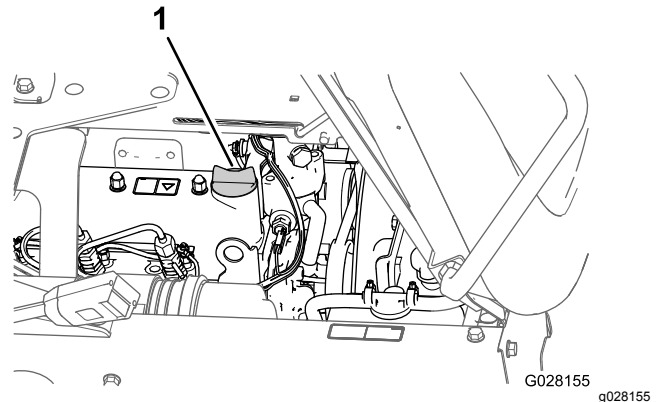

Bild 72
5. Nehmen Sie den Öfülldeckel vom Füllstutzen an der Ventilabdeckung des Motors (Bild 72) ab und gießen Sie ungefähr 80 % der angegebenen Ölmenge langsam in den Füllstutzen.
8. Setzen Sie den Ölfülldeckel auf den Füllstutzen (Bild 72).